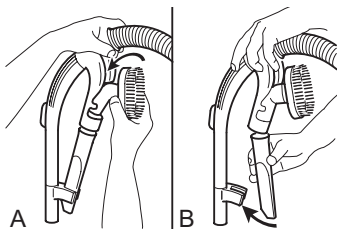

Abb. 10
- Stecken Sie die 2in1-Kombidüse in die Zubehöralterung (Abb. 10/A).
- Stecken Sie die Fugendüse auf die Zubehöralterung und klappen Sie sie an, bis sie hör- und spürbar einrastet (Abb. 10/B).